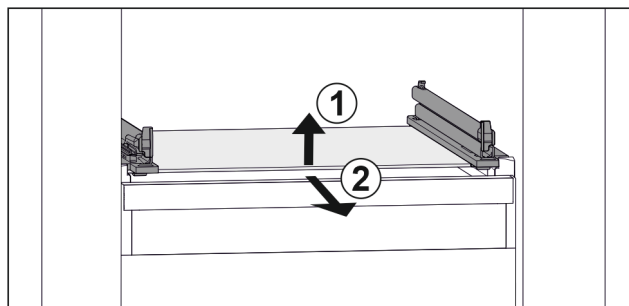

Fig. 76 Beispielhafte Darstellung der Glasplatte
- Glasplatte vorne anheben. Fig. 76 (1)
- Glasplatte nach vorne entnehmen. Fig. 76 (2)